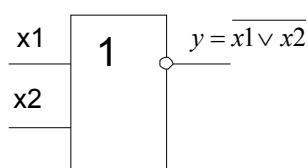

Рис. 159
- 4.** Элемент Пирса. Этот элемент, реализующий функцию отрицания дизъюнкции, называется ИЛИ-НЕ (смотрите рис. 159, 160). $y = \overline{x_1 \vee x_2}$.